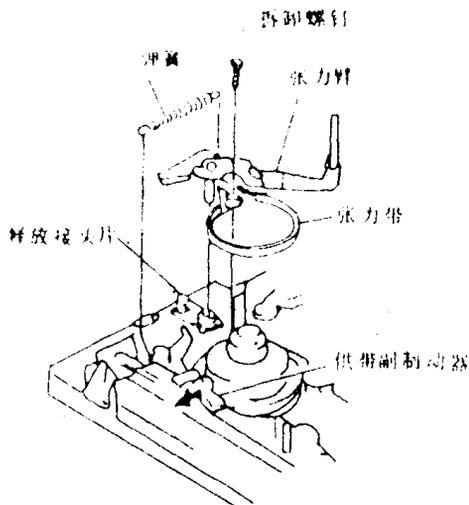

图 1-29
步骤:①拆卸张力臂和弹簧座之间的弹簧,如图 1-29 所示。
②拆卸张力带固定用螺钉。
③释放张力臂的配件,将供带副制动器向箭头方向移动,卸下张力带和张力臂。